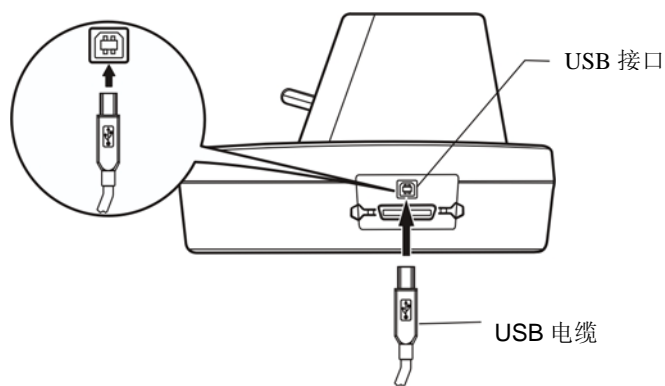

图 2-9 连接 USB 电缆
1. 将 USB 电缆的 A 端插头（方型）插进打印机的 USB 接口插座中（如图 2-9 所示）。